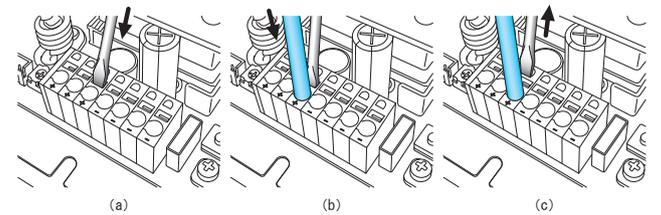

図7.8 撚線の結線概略図
- 手順Ⅰ マイナスドライバを結線解除穴に挿し込んでください (図7.8 (a) 参照)。
- 手順Ⅱ マイナスドライバを挿し込んだ状態で、電線の電極部が見えなくなるまで挿し込んでください (図7.8 (b) 参照)。
- 手順Ⅲ マイナスドライバを結線解除穴から抜いてください (図7.8 (c) 参照)。